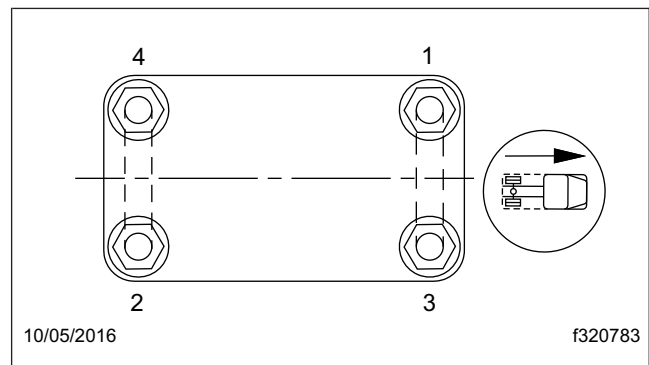

Fig. 5, Séquence de serrage des écrous hauts des boulons en U (ou des boulons de blocage)
22. Installez les nouveaux boulons en U. Serrez les nouveaux boulons en U du haut suivant les étapes indiquées et en diagonale, comme illustré sur le tableau 3 et la figure 5